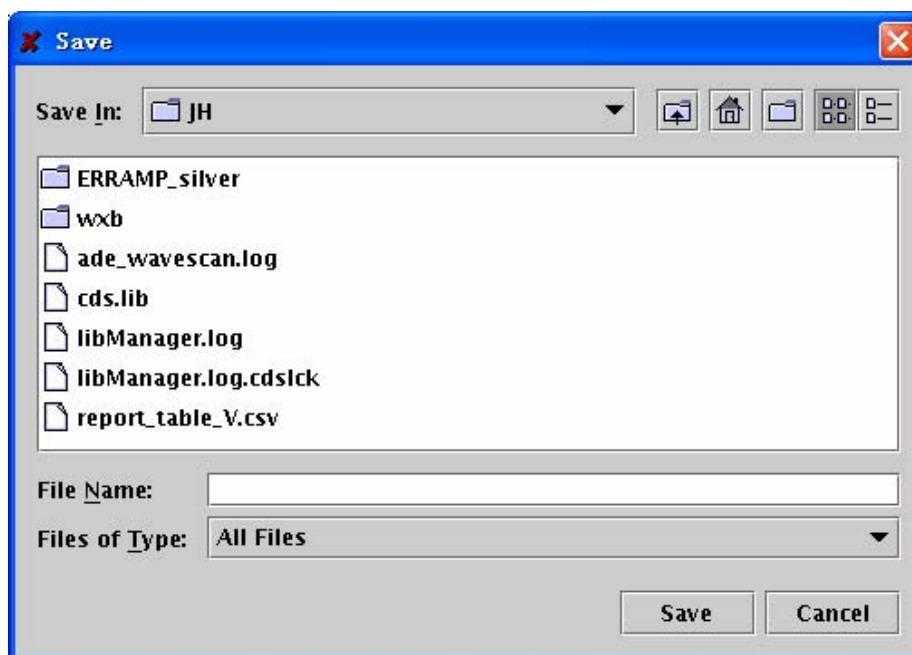

图 12.36 保存波形的设置
- 1) 选择一条曲线，在控制面板中选择“Trace”→“Save”，将会弹出“Save”对话框，如图 12.36 所示。